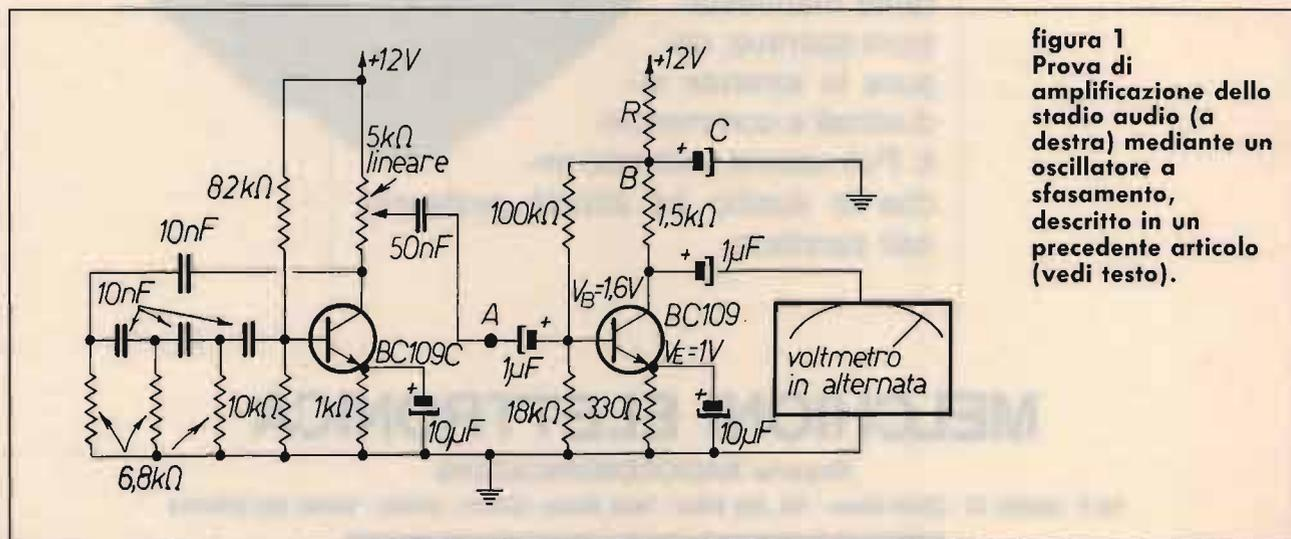
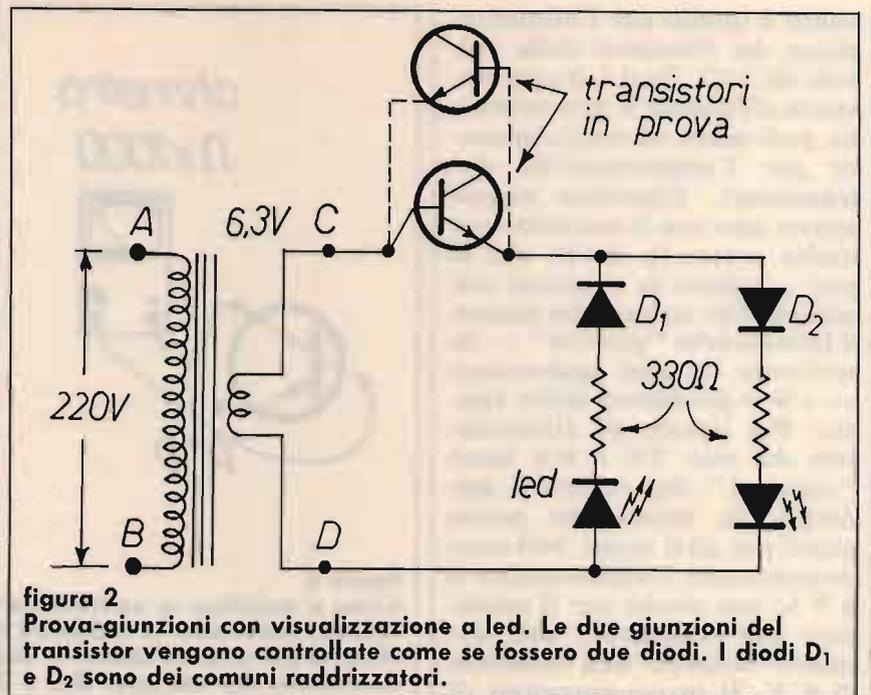
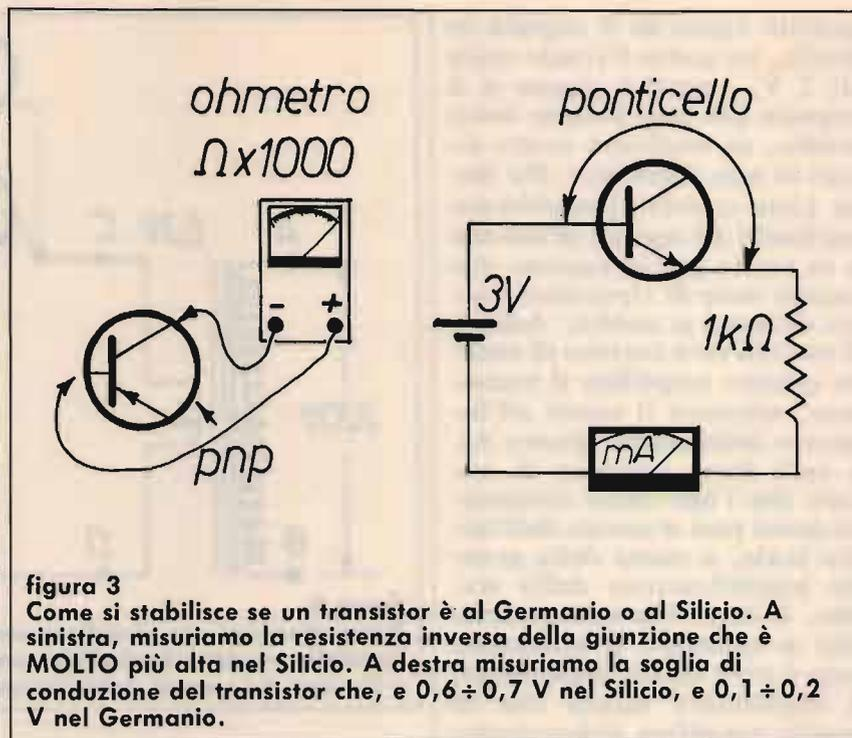
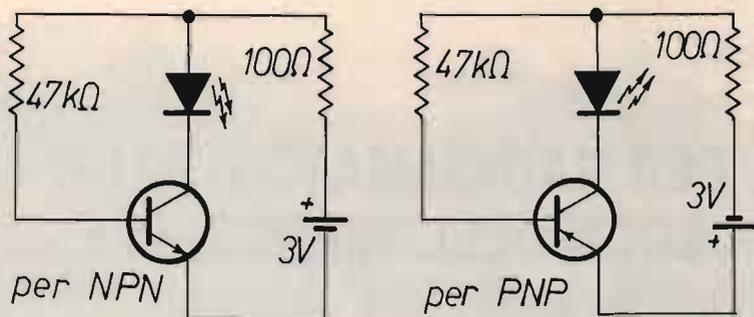

figura 1
figura 2
figura 3
figura 4
Si tratta delle stesse prove che abbiamo effettuato con il triodo (1). Come generatore audio usiamo lo stesso oscillatore a sfasamento che abbiamo costruito tempo fa, e che va collegato allo stadio come illustrato in figura 1 (non dimenticare il collegamento di massa fra oscillatore e stadio in prova). Prima di procedere, vorrei rispondere a un paio di Lettori che mi hanno scritto che l'aggeggio non oscillava. Come detto nell'articolo in questione (2),
Un guadagno di cinque volte potrebbe essere un po' poco; allora si divide il resistore di emettitore in due parti, la cui somma sia — mi riferisco sempre alla figura 1 — 330Ω , e si bypassa con un elettroliti-
co soltanto uno di questi due resistori. In questo modo possiamo avere l'amplificazione che più ci interessa. Dopo aver stabilito che il transistor amplifica a dovere, andiamo a controllare quei punti dove il segnale audio non ci deve essere, il che è molto importante. Sempre riferendomi alla figura 1, non deve esserci segnale sull'emettitore e sul punto B, dove c'è appunto la rete di disaccoppiamento, la cui funzione è quella di mandare a massa il segnale. In altre parole, il segnale deve entrare nella base e uscire dal collettore. Ovviamente questo è vero per il circuito di figura 1, dove il transistor è montato nella configurazione a emettitore comune e resistore di emettitore bypassato. Se si fosse trattato di un "emitter-follower" (inseguitore di emettitore), il segnale sarebbe entrato per la base e sarebbe uscito dall'emettitore; non ci sarebbe stato segnale sul collettore.
semplice prova-diodi con visualizzazione a led, che avevo desunto da un articolo dei colleghi Caracausi e Saelli (CQ, Febbraio 1980), i quali avevano descritto un dispositivo per provare diodi, scr e triac. Un Lettore mi ha chiesto se il prova-diodi è adatto anche per controllare le giunzioni dei transistor, le quali sono due diodi. Beh, direi di sì. In figura 2 ho disegnato lo stesso circuito; al posto del diodo, ci ho messo la giunzione di un transistor. Come è mia abitudine, ho fatto subito la prova. Ho cominciato con un transistor al Germanio (AC128), e poi con il solito BC109. Per quello che riguarda il controllo, si procede come se fosse un diodo. Se la giunzione conduce, si accende il diodo a destra; rovesciamo la giunzione, e si accende il led a sinistra, perché adesso passa, attraverso la giunzione, la semionda negativa della tensione alternata. Se non si accende niente, la giunzione è "open" (interrotta). Infine, se si accendono entrambi i led, la giunzione è in corto. Circa la costruzione di questo aggeggio non c'è niente di critico. Il trasformatore da me
usato è quello per l'alimentazione dei filamenti delle valvole (6,3 V). Se il Lettore trovasse difficoltà a procurarselo, può usare un trasformatore per l'alimentazione dei transistori. Conviene acquistarne uno con il secondario a molte prese, in modo che si può scegliere la tensione più adatta. Per coloro che hanno il laboratorio "piccolo" — lo scrivente ha uno sgabuzzino — c'è il problema dello spazio. Per questo gli alimentatori del mio TX e RX sono "separati" dai rispettivi apparati, in modo che posso usarli per altri scopi. Nel caso in questione, l'alimentatore a 6 V lo uso anche per il saldatore per transistor, che appunto richiede una tensione di 6 V. Il prova-giunzioni di figura 2 può essere completato con l'aggiunta di un indicatore luminoso per non dimenticarsi di spegnerlo. Essendo il mio alimentatore molto vecchio, uso ancora una lampadina al neon ai capi del primario (fra i punti A e B). Si può usare un led sul secondario con relativa resistenza limitatrice (fra i punti C e D). **COME SI DISTINGUE un transistor al Germanio da uno al Silicio.** Un metodo è di controllare la I_{CB0} (corrente inversa fra collettore e base), come abbiamo già fatto qualche mese fa (4). In un transistor al Germanio passa una corrente di qualche microampere, che un tester può accusare. Nel Silicio questa corrente è così piccola che l'ago non si sposta affatto. Un metodo più rapido è di controllare la resistenza inversa delle giunzioni, come si vede in figura 3 a sinistra (ricordo che molti transistor al Germanio sono pnp). Nel caso di un transistor al Germanio l'ago dello strumento si sposta, mentre rimane fermo se si tratta di un transistor al Silicio. A ben guardare, questo metodo è lo stesso del precedente; il Lettore sa che l'ohmetro è un amperometro. Quando misuriamo
la resistenza inversa, si misura in pratica la I_{CB0} . Nei transistori di potenza la I_{CB0} aumenta, ma la differenza fra Germanio e Silicio resta sempre così forte che non si può sbagliare. In ogni modo, se si avessero dei dubbi, si misura la soglia di conduzione della giunzione, che è molto più alta nel Silicio, e anche di questo abbiamo parlato più volte. Montato il circuito di figura 3 a destra, ponticelliamo il transistor: l'amperometro segnerà 3 mA. Togliendo il ponticello, la corrente scenderà a 2,8 mA se si tratta di Germanio, mentre scenderà a 2,4 mA se si tratta di Silicio. **Trappola!** Quando misuriamo la resistenza inversa di un transistor al Silicio, l'ago non si sposta; ma questo accade anche se la giunzione fosse interrotta! Rovesciare i puntali! Vediamo adesso come si determina se si tratta di Silicio o Germanio quando il transistor è in un circuito. Nello stadio di figura 1, possiamo misurare tranquillamente la tensione tra emettitore e base; troveremo il solito valore di 0,6 ÷ 0,7 V. Potremmo anche misurare la V_B , e sottrarre la
V_E ($1,6 - 1 = 0,6$ V). C'è però l'inconveniente che il voltmetro ci misura la V_B per difetto, a causa del grosso resistore da 18 kΩ. Ci conviene fare il calcoletto per sapere quale è la tensione nel punto di incrocio dei due resistori del partitore. In questo caso la tensione sulla base sarà leggermente superiore a 1,6 V, perché abbiamo trascurato la I_B , che però è molto inferiore alla corrente di fuga del partitore; per conseguenza, il risultato è accettabile. Per terminare, vediamo il caso quando c'è solo un resistore fra base e alimentazione (o fra base e collettore). In questo caso non possiamo sistemare il voltmetro tra emettitore e base, perché esso, a causa della sua resistenza interna, viene a formare un partitore sulla base, che altera il funzionamento del transistor. Ci conviene togliere la tensione, e misurare la resistenza inversa della giunzione base-emettitore (vedi figura 3 a sinistra); l'unica differenza è che misuriamo l'altra giunzione. Per questi due casi (unico resistore sulla base) rimando ai due articoli apparsi in CQ, Ottobre '88 (Il circuito fonda-
PROVA-TRANSISTOR con visualizzazione a led. Il prova-giunzioni di figura 2 ci dice se le due giunzioni sono OK oppure no. Se ci interessa calcolare esattamente il beta, si adopera il circuito descritto nell'articolo riguardante il controllo del transistor (4). Spesso non ci interessa calcolare esattamente il beta, ma sapere soltanto se il transistor amplifica; in questo caso, si può utilizzare il semplicissimo dispositivo di figura 4, la cui spiegazione è immediata: se il led si accende, il transistor funziona. Il resistore di polarizzazione si sceglie in modo che passino nel collettore alcuni milliampere per fare accendere il led. Ho provato con un BC109, la I_C è risultata di una decina di milliampere. Il resistore da $100\ \Omega$ ha funzione protettiva. Se emettitore e collettore fossero in cortocircuito, passerebbero un centinaio di milliampere, forse troppi per il povero led. Ho voluto fare questa prova, e il led ha resistito a una corrente così forte; ovviamente